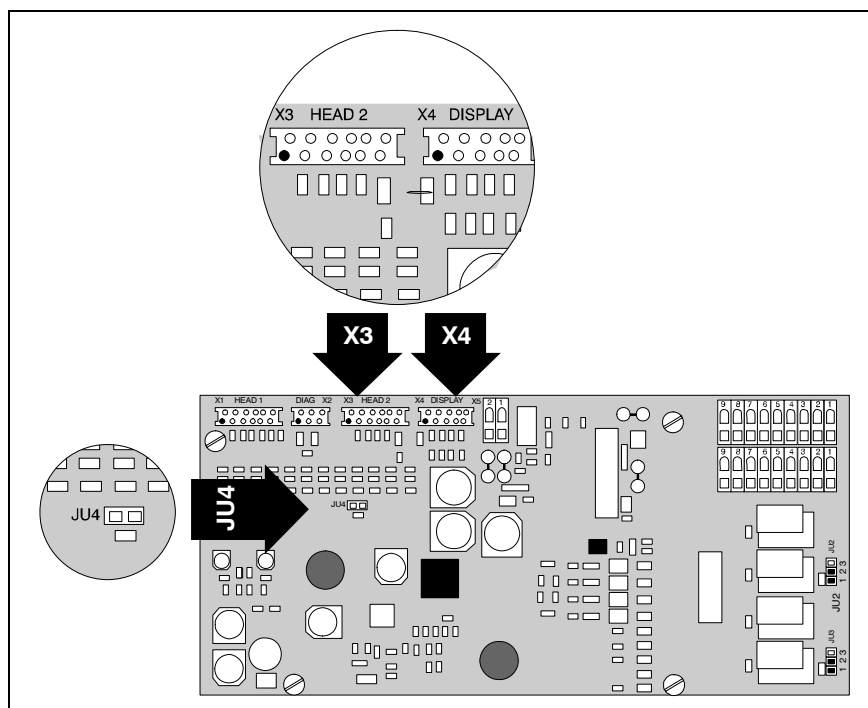

Рис. 5.22: Подключение основной платы X3, X4 и JU4
6. Выставьте перемычку JU4 на основной плате. (см. Рис. 5.22)
7. Подключите модуль детекции с помощью плоского ленточного кабеля к основной плате. Клемма: X3 HEAD 2 (см. Рис. 5.22)